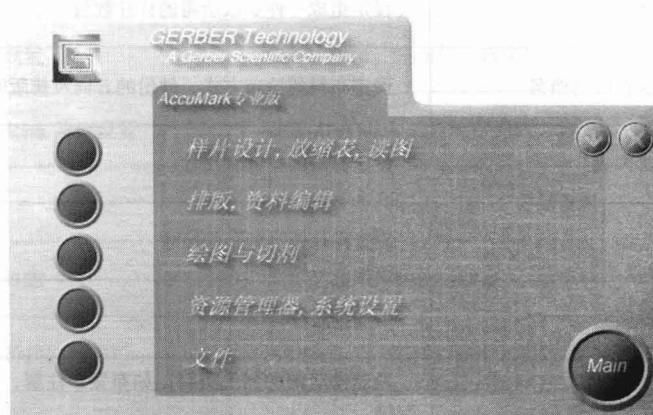
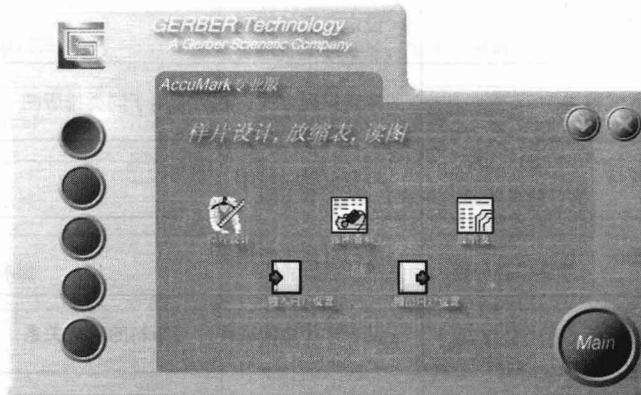

图 1-6 Gerber LaunchPad 界面
图 1-7 样片设计、放缩表、读图功能页
格柏服装 CAD 系统 AccuMark v8 安装成功之后，用户每次启动计算机，系统都会自动运行 Gerber LaunchPad 模块。Gerber LaunchPad 模块共包含五个功能页面，即：①样片设计、放缩表、读图，②排版、资料编辑，③绘图与切割，④资源管理器、系统设置，⑤文件，如图 1-6 所示。点击界面左侧的圆形按钮，可进入相应的功能页面。各功能页面中均包括多个功能模块图标，图 1-7 所示为样片设计、放缩表、读图功能页。双击功能页中的图标，即可运行相应功能模块。